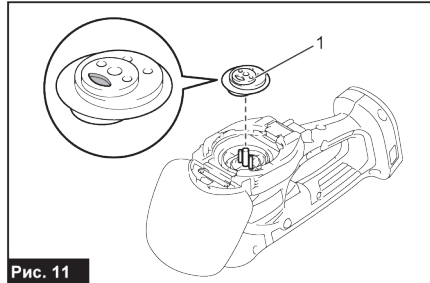

Рис. 11
4. Нанесите немного смазочного материала на внешний край кривошипа. Установите кривошип на штифты таким образом, чтобы маленькие и большие закругленные элементы были направлены вверх (рис. 11).